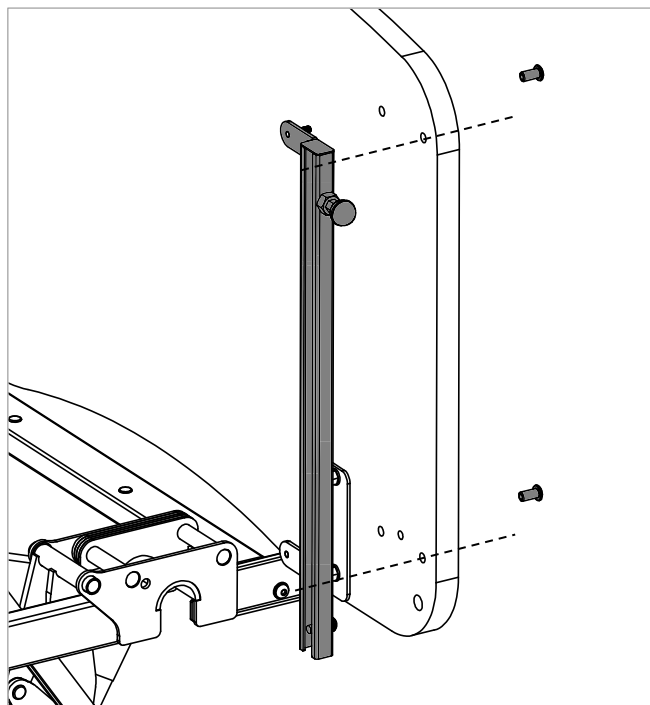

Figure 6.9
9. Installez les supports de côté gauche et droit sur la tête de lit comme illustré et fixez-les en place à l'aide des écrous à épaulement M6. Serrez à l'aide d'une clé Allen de 4 mm (voir Figure 6.9).